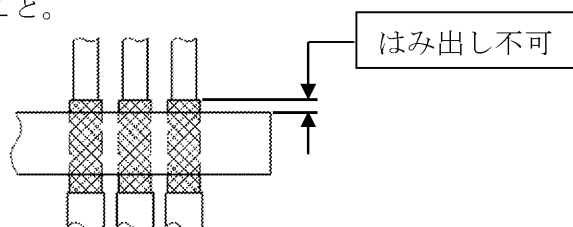

図4-2. 外部導体はみ出し
- ① 寸法 0.45 (+0.08/-0) mm はグラントバー貼り合わせ後の寸法となります。
- ② グラントバーからの外部導体のはみ出しは、無きこと。(図4-2 参照)
- ③ 鉛フリー対応のこと。